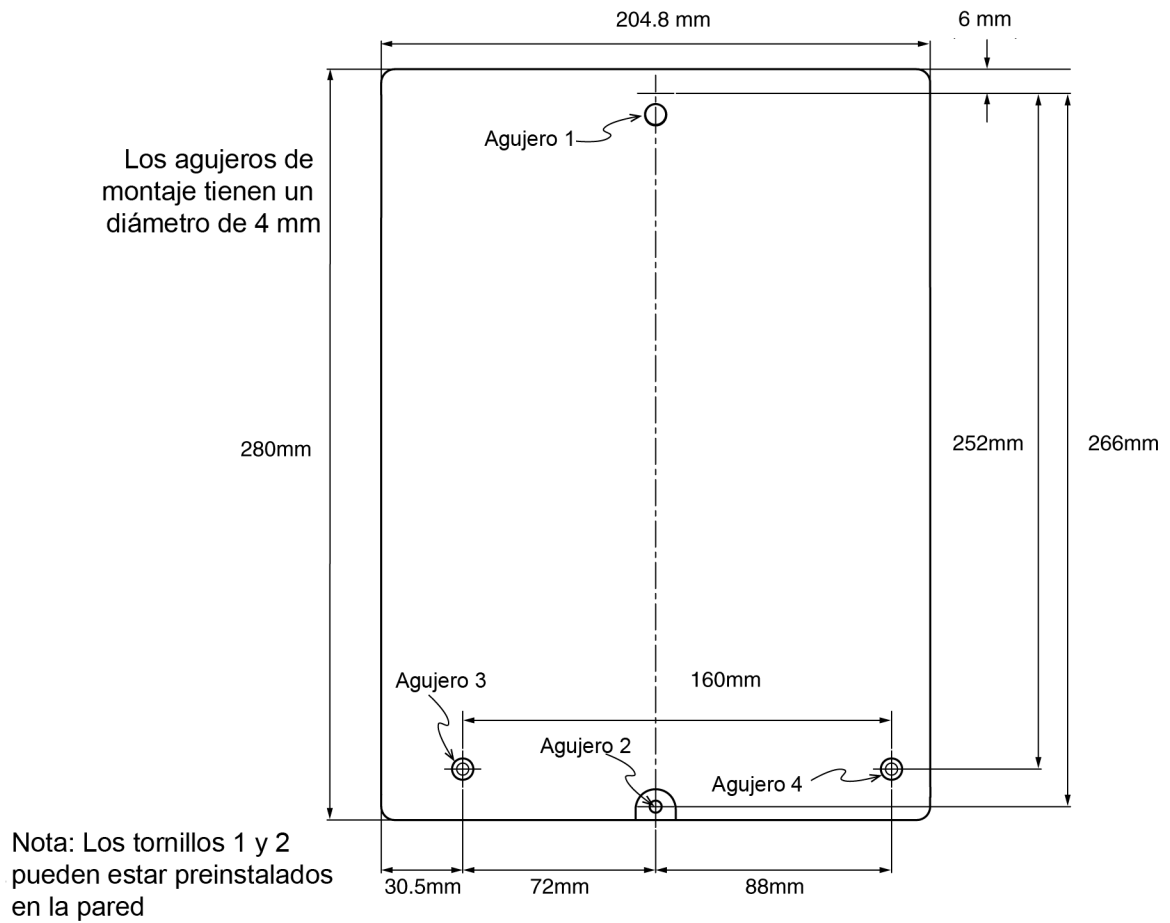

Figura 3-3: Dimensiones del agujero de montaje
5. Coloque el FAAST FLEX direccionable en su lugar sobre el tornillo de montaje en el agujero 1 (Figura 3-3), y deslícelo hacia abajo en su lugar.